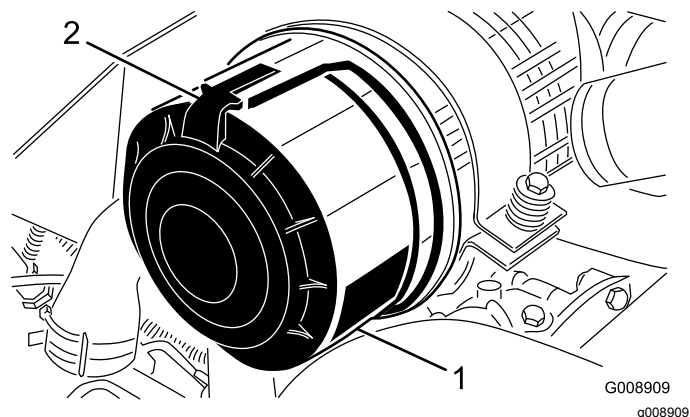

Figura 87
1. Rilasciate i fermi che fissano il coperchio del filtro dell'aria al relativo corpo (Figura 87).